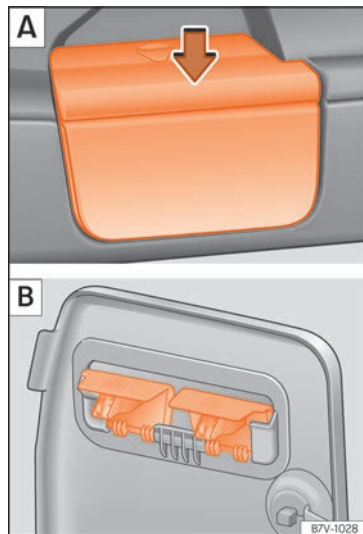

Fig. 142 Retire los soportes de la bandeja A y guárdela de forma segura B.
- Retire la bandeja del soporte de los revestimientos laterales » » » fig. 142 A. Para ello, presione la bandeja hacia arriba (flecha) y extráigala.
- Abra el compartimento en el revestimiento lateral izquierdo posterior del maletero » » » pág. 166 y enganche la bandeja en la parte trasera de la tapa del compartimento » » » fig. 142 B.